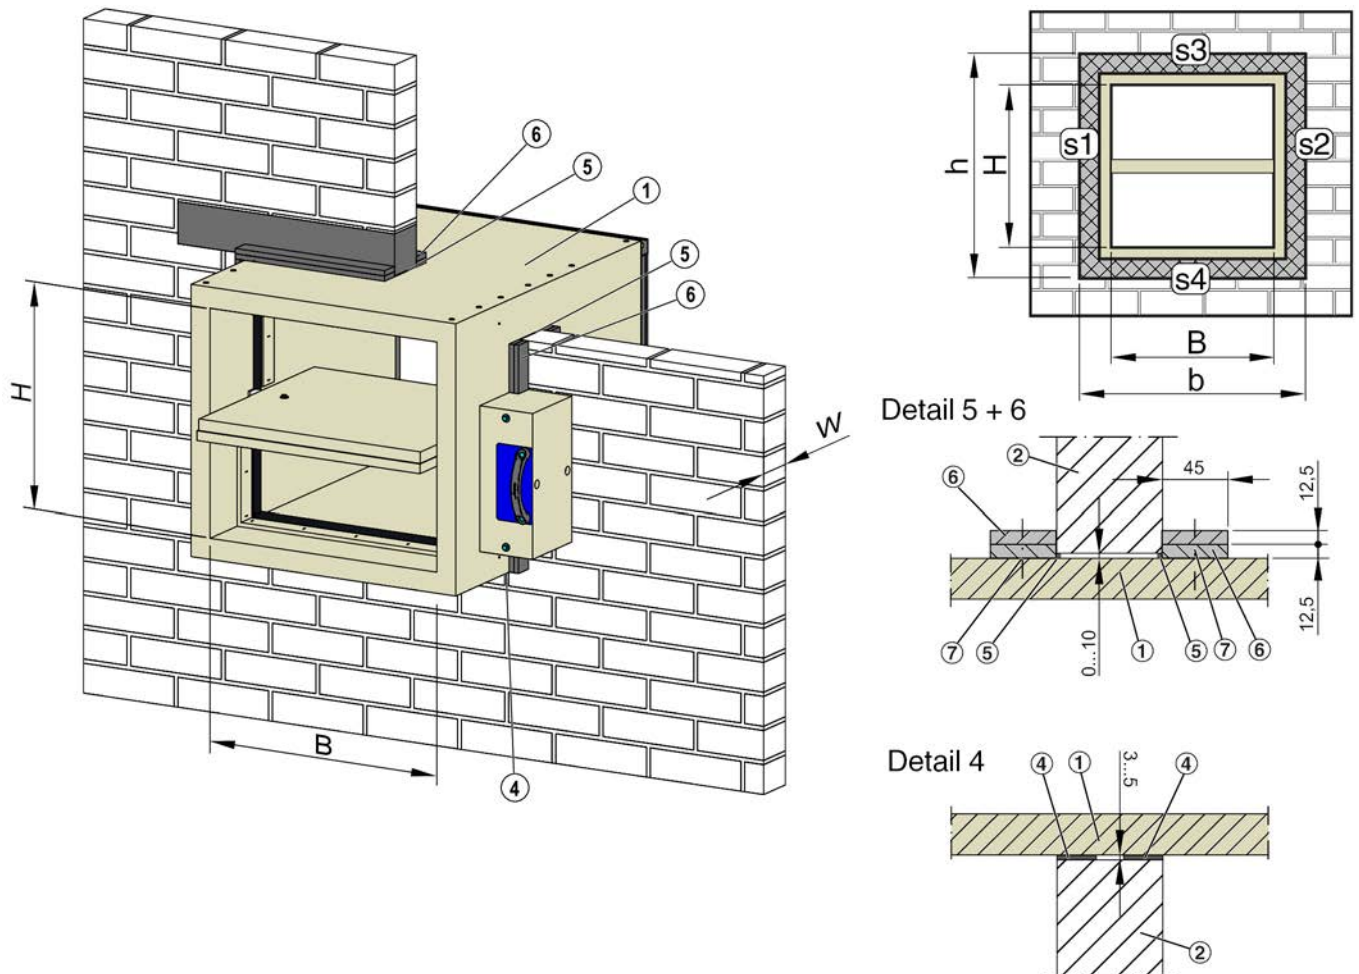

Fig. 12: Instalación en seco sin mortero, variante b, índice de clasificación:  $v_{ew}$
1. ▶ Realizar la abertura de instalación en cumplimiento con Fig. 12 .